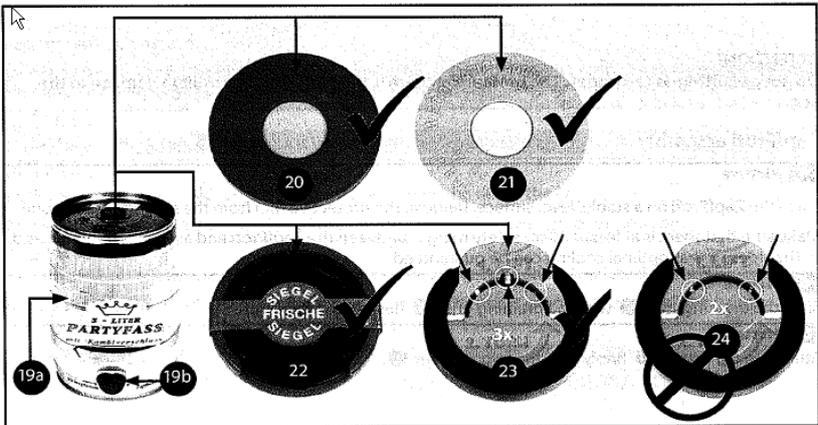

Figura 2
*A los selladores con el código No.22 se le debe quitar el anillo de marcación del sellador y después perforar el barril usando la boquilla del dispensador. (Ver la figura 2)